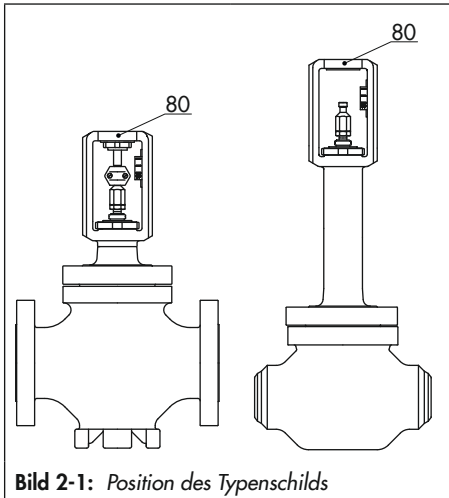

Bild 2-1: Position des Typenschildes
Das Typenschild (80) ist am Joch des Ventils angebracht (vgl. Bild 2-1).